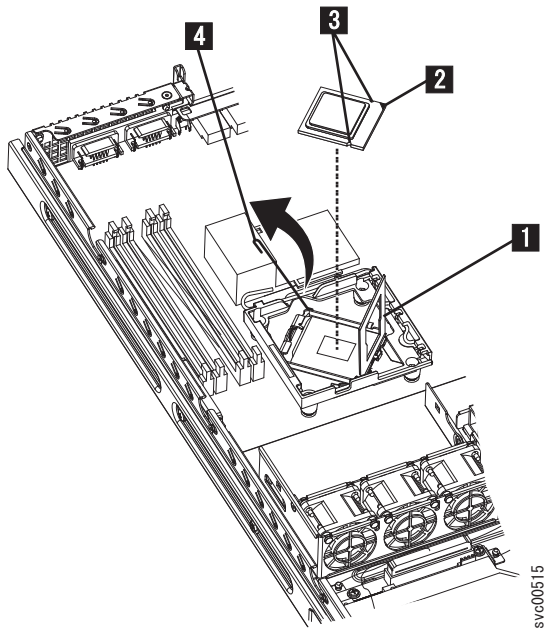

図 266. SAN ボリューム・コントローラー 2145-8A4 マイクロプロセッサ
1. 300 ページの図 266 に示すように、マイクロプロセッサ・ブラケット・フレーム **1** および解放ラッチ **4** の両方が完全に開いていることを確認します。
2. 図 266 に示すように、マイクロプロセッサをソケットに位置合わせします。(位置合わせマーク **2** およびノッチの位置 **3** に注意してください)。